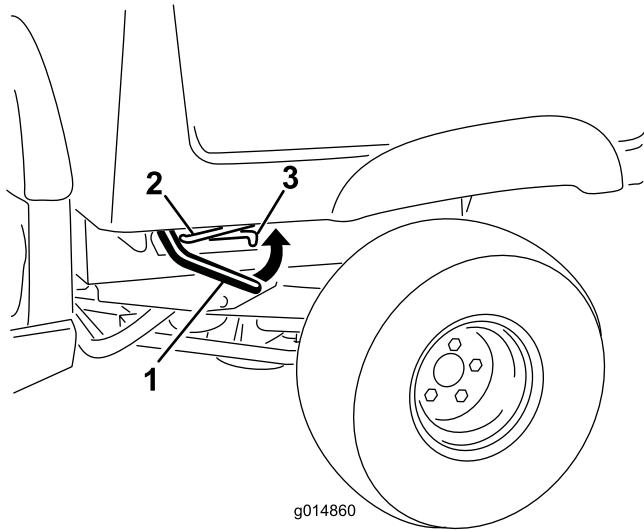

Figura 1
- Com a alavanca em cada um dos lados, levante a caixa (Figura 1).
- Prenda a caixa com a barra de apoio na ranhura de bloqueio (Figura 1).